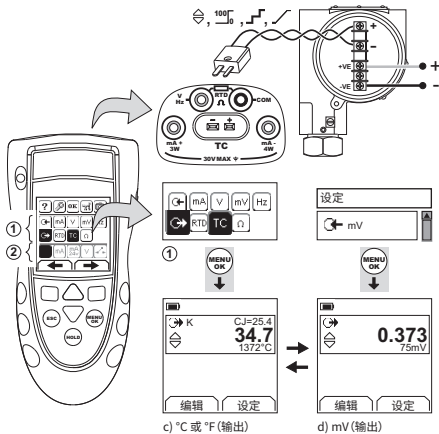

图 9：示例配置 - 测量/模拟热电偶的温度 (°C/°F) 或 mV 值
将热电偶线缆与适用的热电偶迷你连接器相连 (图 9)。较宽刀片一侧为负极。然后将连接器与设备相连。
1. 连接设备 (图 9), 如果有必要, 调整设置 (表 1)。